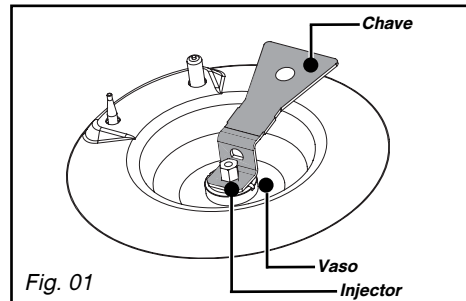

Fig. 01
– **Ligação com tubo flexível metálico** (inox) ondulado com encaixes mecânicos aparafusáveis cujo tempo de vida é ilimitado (Fig. 01).
- Com a chave fornecida, desaperte os injectores situados no fundo de cada vaso e depois retire-os (*Fig. 01*).